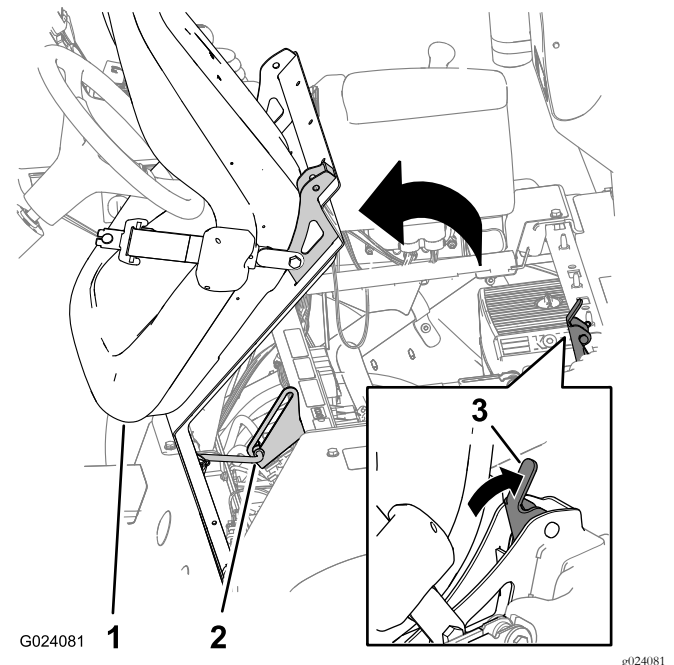

Figura 3
3. Desenganche el asiento empujando hacia atrás la palanca de enganche del asiento (Figura 3).
4. Gire el asiento y la chapa del asiento hacia adelante, hasta que el extremo de la varilla de sujeción esté en la parte inferior de la ranura del soporte (Figura 3).